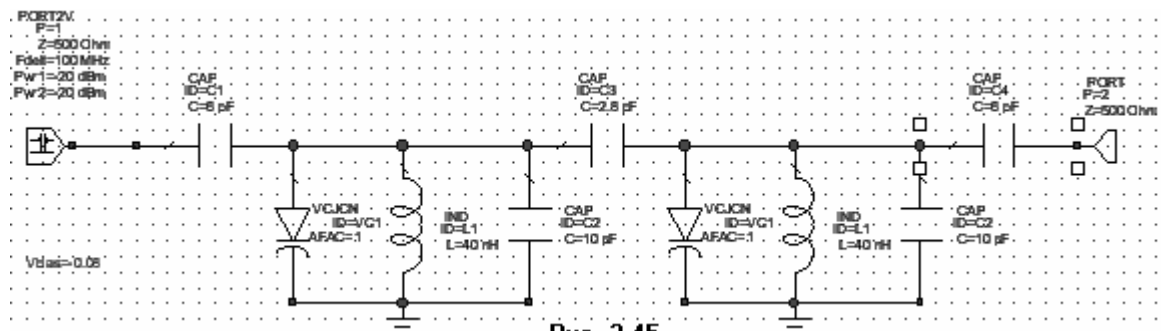

Рис. 3.45
23. Щёлкните левой кнопкой мышки по значку **Add Port** на панели инструментов, переместите курсор в окно схемы, два раза щёлкните правой кнопкой мышки, чтобы развернуть порт, подсоедините его к правой клемме последнего конденсатора в схеме и щёлкните левой кнопкой мышки, чтобы зафиксировать. Полученная схема показана на рис. 3.45.
3. Поместите это поле ввода в удобном месте окна схемы, например, как показано на рис. 3.45 и щёлкните левой кнопкой мышки. Введите в поле ввода **Vbias=-0.08** и щёлкните левой кнопкой мышки вне этого поля.
3. Аналогично отредактируйте значения параметров для всех остальных элементов схемы так, чтобы они соответствовали значениям, указанным на схеме рис. 3.45.